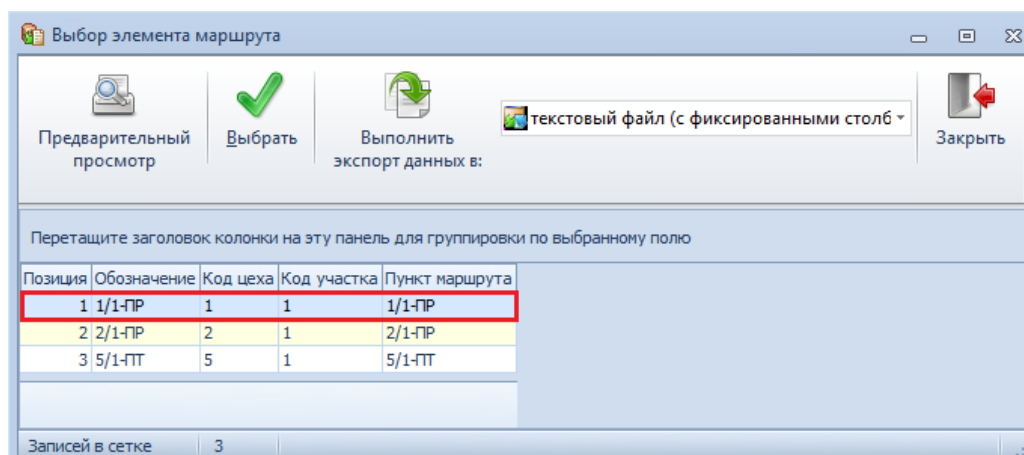

Рисунок 97. Пример выбора элемента маршрута
- В результате — откроется окно «**Выбор элемента маршрута**», в котором выбрать в таблице первый элемент маршрута и выделить его щелчком левой кнопки мыши (рис. 97).